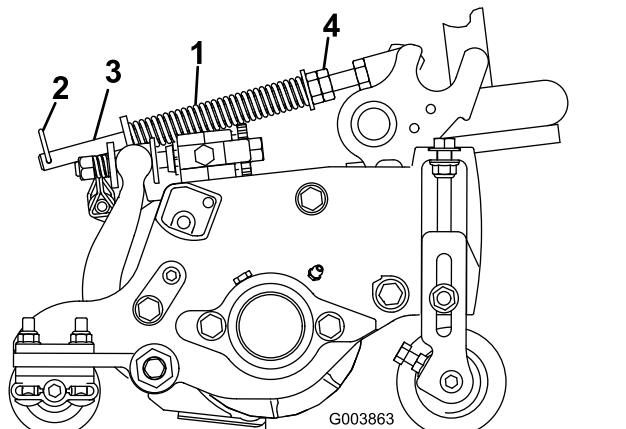

図 21
1. スプリングロッドの後穴にヘアピンコッターを忘れずに取り付けてください図 21。
る図 21を参照。